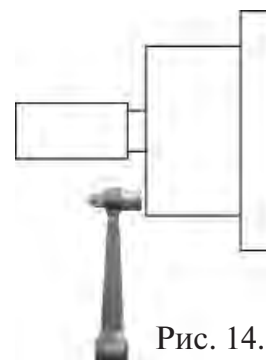

Рис. 14.1
14.2. Калибровка устройства измерения дистанции. Для оценки погрешности устройства ввода дистанции выдвиньте штангу ввода параметров и уприте ее палец в задний торец фланца вала, как показано на рис.14.1. При этом на индикаторах 1 отображается символ А, а на индикаторах 4 величина введенной дистанции. Если величина дистанции на индикаторах 4 не равна $4,6 \pm 0,2$, то устройство ввода дистанции требует калибровки.